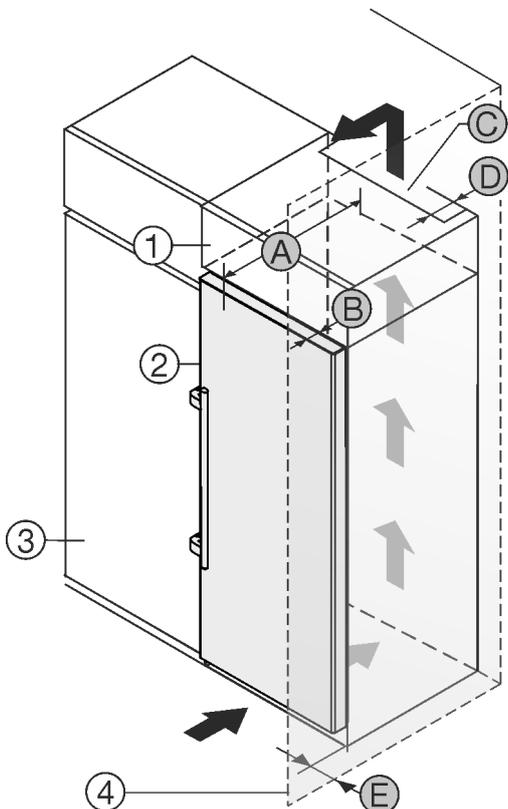

Fig. 2
Coloque el aparato directamente al lado del armario de cocina Fig. 2 (3)*.
En la parte posterior del armario superior debe estar disponible un pozo de ventilación con la profundidad Fig. 2 (D) sobre la totalidad del ancho de armario superior.*
Debajo del techo debe respetarse la sección transversal de ventilación Fig. 2 (C)*.
Si el aparato se instala con las bisagras al lado de una pared Fig. 2 (4), la separación entre el aparato y la pared debe ser de por lo menos 57 mm. Esto corresponde a la parte que sobresale de la manija con la puerta abierta.*
A fin de poder abrir completamente las puertas, el aparato debe sobresalir alrededor de la profundidad de la puerta Fig. 2 (B) en comparación con la parte frontal del armario de cocina. Dependiendo de la profundidad del armario de cocina Fig. 2 (3) y el empleo de separadores de pared el aparato puede sobresalir aún más.*